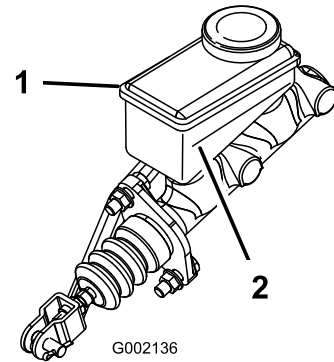

Figura 64
- Mire el nivel de aceite en el lateral del depósito (Figura 64).
- Añada líquido de frenos DOT 3 al depósito hasta que el nivel esté por encima de la línea Mínimo (Figura 64).